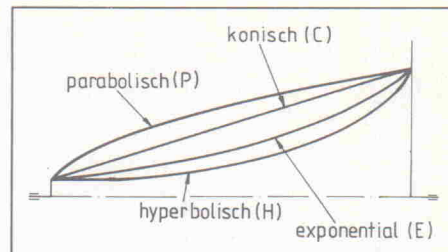

Bild 3. Darstellung verschiedener Hornformen.
- Im Laufe der Zeit entstanden dann verschiedene Hornformen (Bild 3).